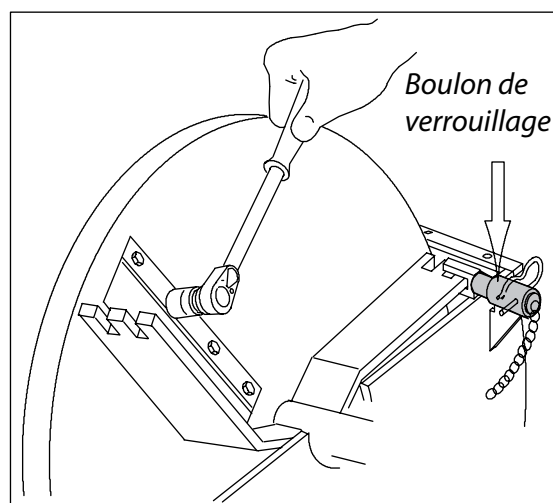

Fig. 11. Blocage du disque et retrait des écrous de verrouillage
- Retirer, de la chambre supérieure (A), les boulons de calage (M6) (B) et les boulons de fixation (M12) (C). Mettre la chambre supérieure de côté.
- Pour retirer la chambre supérieure, enlever le boulon de calage (M6) (D) et le boulon d'articulation (M12) (E).
- Bloquer le disque à l'aide du boulon de verrouillage Fig. 11.
- Retirer les écrous de verrouillage des couteaux (M10). Fig. 11.